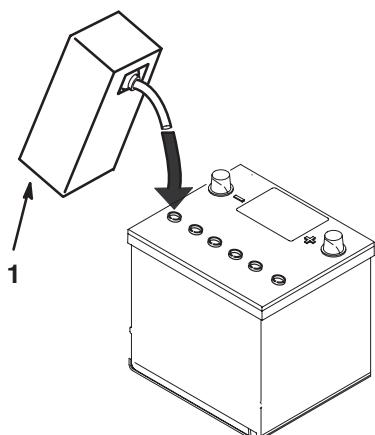

Figure 3
- Attendez environ 20 à 30 minutes pour que les plaques aient le temps de s'imprégnier d'électrolyte. Faites l'appoint au besoin pour que le niveau de liquide arrive à 6 mm du fond du creux de remplissage (Fig. 3).